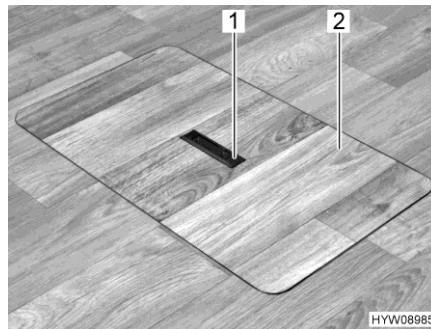
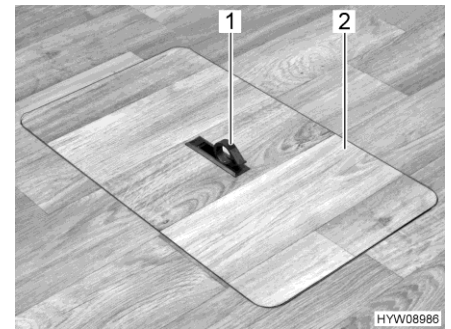

Bild 88 Abdeckung Bodenstaufach (Griff versenkt)
Bild 89 Abdeckung Bodenstaufach (Griff herausgeschwenkt)
- Auf einer Seite Griffplatte (Bild 88,1) nach unten drücken. Der Griff (Bild 89,1) schwenkt nach oben.
- Abdeckung (Bild 89,2) nach oben abnehmen.
- Abdeckung (Bild 89,2) in den Rahmen im Boden einsetzen.